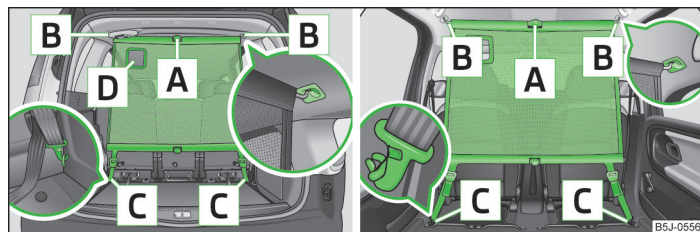

Fig. 49 Utilizarea peretelui despărțitor din plasă în spatele scaunelor spate / față
- Așezați bara transversală în prinderea » fig. 49, mai întâi într-o parte și apăsați-o spre înainte. Așezați în mod similar bara transversală în cealaltă parte, în prinderea .
- Slăbiți curelele pe ambele părți și desfaceți carabinele **C** » fig. 49.
- Apăsați tasta roșie a articulației **A** » fig. 49 - articulația se slăbește.
Orificiul **D** » fig. 49 din peretele despărțitor cu plasă servește la trecerea centurii de siguranță cu prindere în trei puncte » pagina 131, *Centura de siguranță pentru scaunul central din spate*.